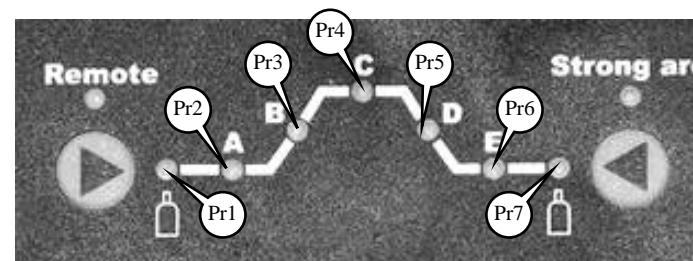

Рис. 5. Панель настройки режима управления
- последовательно нажимая на кнопки  или  (Рис. 5), выбрать необходимый параметр. При этом включается соответствующий индикатор, а на цифровые дисплеи 2 и 3 (Рис. 2) выводится номер параметра и его текущее значение.
Remote – индикатор включения удаленного управления. Для включения данной функции необходимо нажать и удерживать в течение 5 секунд кнопку  (Рис. 5), при этом включается индикатор, и аппарат переходит на удаленное управление от рукояток регулировки тока и напряжения подающего устройства. При этом рукоятки 8 и 9 (Рис. 2) перестают функционировать. Для отключения данной функции необходимо снова нажать и удерживать кнопку  отключения индикатора.